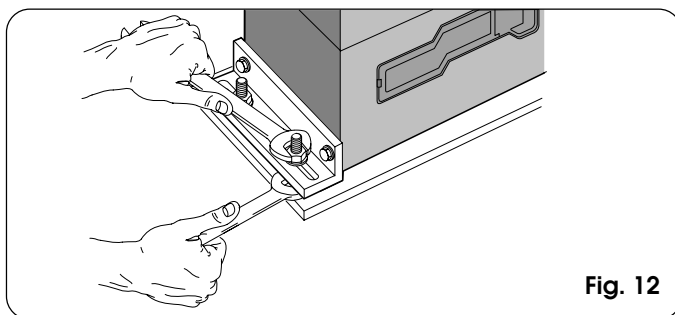

Fig. 12
- 5) Fixer le motoréducteur sur la plaque de fondation en serrant les écrous d'après la Fig. 12.